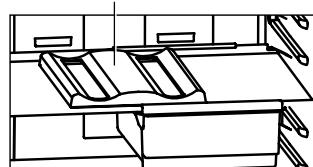

Figura 6
4.1.2 Limitatorul pentru sticle vedeți figura 6 este, este utilizat pentru a stoca băuturi în sticle, permite utilizarea eficientă a spațiului interior al CF. Așezați sticlele stfel, încât acestea să nu atingă peretele din spate al CF.